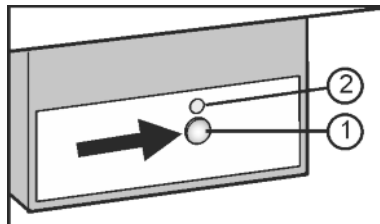

Fig. 19
- Pulse la tecla On/Off Fig. 19 (1) hasta que el LED Fig. 19 (2) se ilumine.